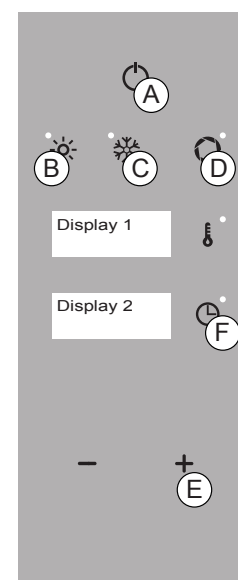

Fig. 9
1. Appuyer le bouton "ON/OFF" (Fig. 9/A) et en même temps les boutons "CONVECTION", "VENTILATION" et "DECHARGE" pour 5 secondes (Fig.9/B+C+D).
2. Appuyer plusieurs fois le bouton "PLUS" jusqu'à sélectionner "P05" (Fig. 9/E – Display 1).
3. Appuyer le bouton "TEMPS" (Fig. 9/F) pour entrer dans le paramètre et avec le bouton "PLUS" mémoriser la valeur sur "1".
4. Pour mémoriser le paramètre, toucher le bouton "TEMPS" (Fig. 9/F).
Maintenir appuyé pour 5 secondes sur le bouton "ON/OFF" (Fig. 9/A), pour sortir de la fonction.